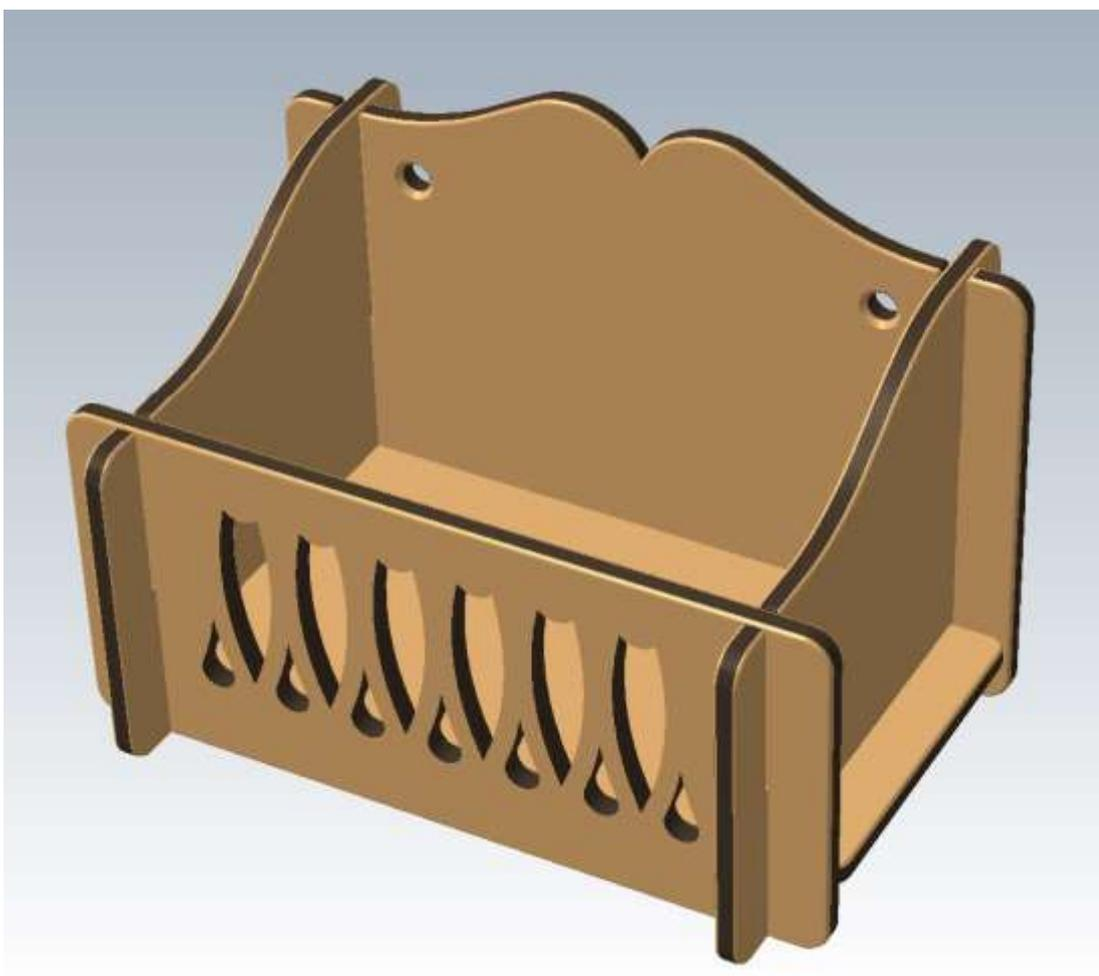
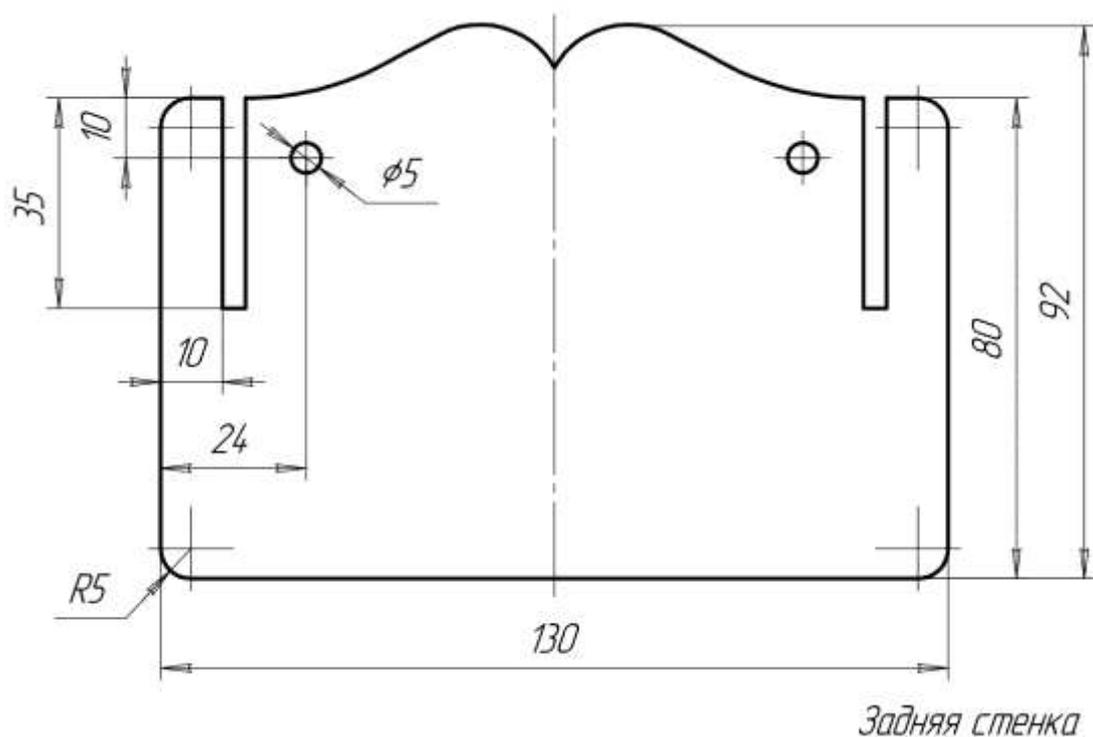

Рис. 1
Рис. 3
1. По данному образцу (см. рис. 1; 2) и чертежей (см. рис. 3; 4; 5), спроектируйте свою модель ящика для мелочей.